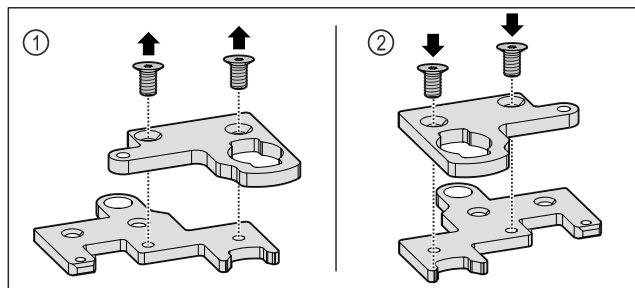

Fig. 34
- ▶ Разъедините обе части двухсекционного шарнирного уголка. Fig. 34 (1)
- ▶ Снова соедините обе части двухсекционного шарнирного уголка, повернув его на 180°. Fig. 34 (2)